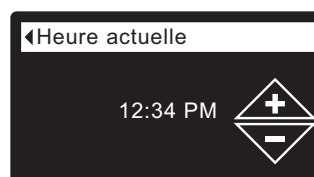

FIG. 45
5. Appuyez sur le sélecteur (O) pour afficher l'écran de l'heure actuelle (cf. Figure 45).